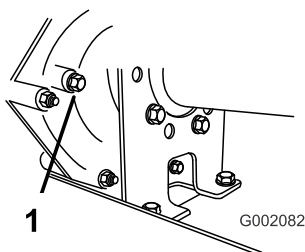

Figura 46
2. Retire o parafuso do orifício indicador do nível (Figura 46).